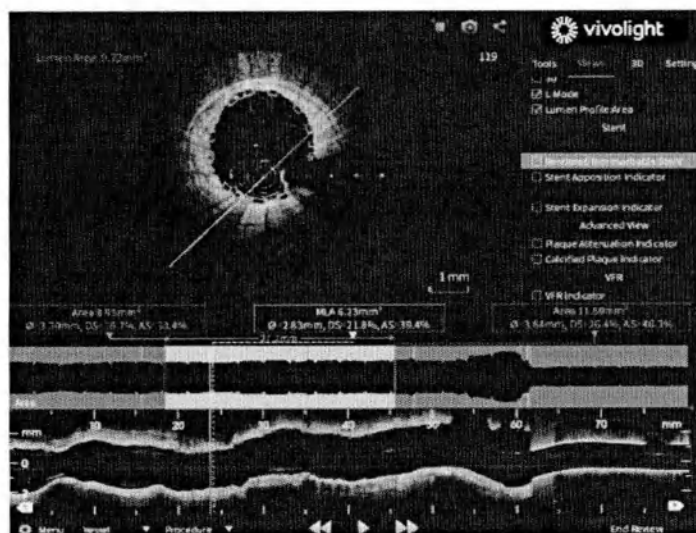

Рисунок 21
4. Оценка после имплантации стента (рисунок 21).